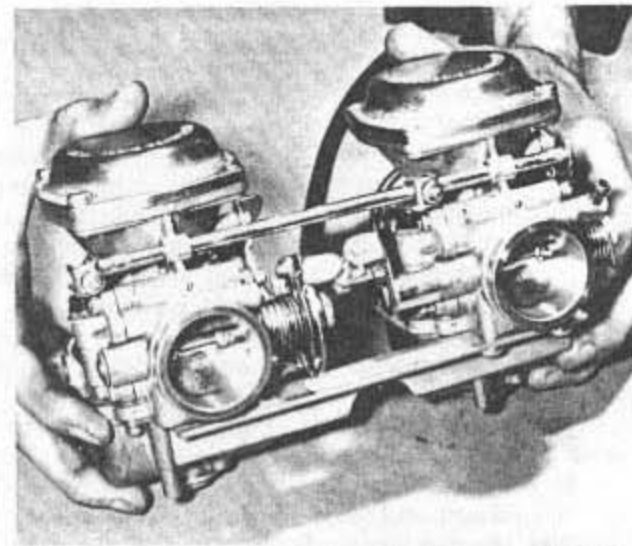

Bild 175
- Man entferne die Schaftschraube, welche den Chokebetätigungshebel sichert. Der Hebel wird abgenommen; man beachte die Reihenfolge der Scheiben. Anschliessend lockere man die Madenschrauben, welche die Betätigungsgabeln der Chokezapfen halten (Bild 174). Das Chokegestänge lässt sich nun abziehen, wobei die Gabeln frei werden. Die je vier Schrauben, welche jedes Vergaseroberteil an den Vergasern sichern, werden gelockert. Die zwei inneren Schrauben werden vollständig herausgedreht, um die obere Verbindungsplatte zu lösen (Bild 173). Beim Lockern dieser Schrauben lasse man grosse Vorsicht walten, da sie meistens sehr fest sitzen. Die Vergaser werden nun nur noch durch den Verbindungsschlauchstutzen miteinander verbunden. Man ziehe die beiden Vergaser auseinander (Bild 175). Jeder Vergaser ist einzeln zu zerlegen, um unbeabsichtigtes Vertauschen verschiedener Bestandteile zu vermeiden.